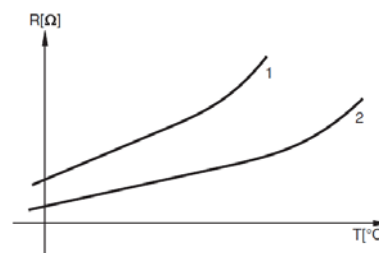

Abbildung 21: Temperaturkoeffizienten beim IC-Sensor
Der analoge Widerstandswert muss zur elektronischen Auswertung digitalisiert werden. Das geschah hier durch eine Frequenzmessung, das heißt durch die Messung der Anzahl von Schwingungen in einer festgelegten Zeit. Der temperaturabhängige Widerstand ist Bestandteil eines Schwingkreises. Ändert sich die Temperatur dann ändert sich der Widerstand und damit die Frequenz, d. h. die Anzahl von Schwingungen pro Zeit ändert sich. Aus verschiedenen Gründen ist meist eine Relativmessung vorteilhafter als eine Absolutmessung, z. B. zur besseren Kompensation von Messfehlern. Auch bei diesem Sensor wurde diese Methode verwendet. Er enthält genau genommen zwei Schwingkreise. In einem sitzt ein Widerstand mit einem hohen, im anderen mit einem niedrigen Temperaturkoeffizienten (siehe Abbildung 21, (1) und (2)). Diese werden über die Messung der Anzahl der Schwingungen verglichen. Aus den bekannten Kennlinien lässt sich daraus die Temperatur ermitteln. Es ist keine Kalibrierung erforderlich, die andere Meßmethoden aufwendig und teuer macht.